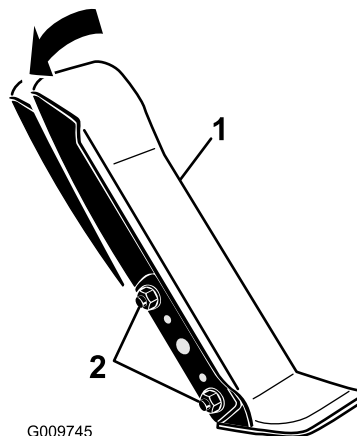

Figura 87
1. Afloje las dos tuercas y pernos que fijan el lado izquierdo del pedal de tracción al soporte (Figura 87).
2. Ajuste el ángulo del pedal y apriete las tuercas (Figura 87).